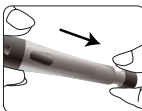

Figura 26
**PASO 6:** Retire lentamente el cartucho de lancetas del capuchón del dispositivo de punción hasta escuchar un clic, lo que indica que el portalancetas se ha ajustado en la posición correcta. Suelte el cartucho de lancetas para volver a la posición original. Ver figura 26.